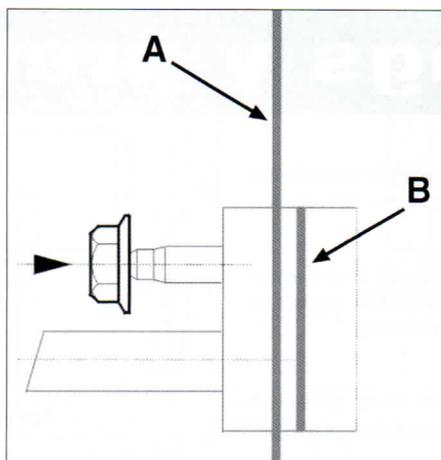

FIG. 18
Durante el montaje de las tuberías de climatización, la cara de apoyo (A) de la brida deberá presionar sobre la cara de apoyo (B) del condensador antes del apriete de la tuerca (fig. 18)